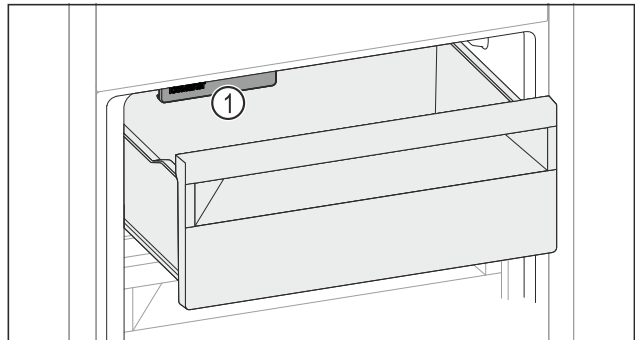

Fig. 111
- ▶ Внимавайте за IceMaker Fig. 111 (1).